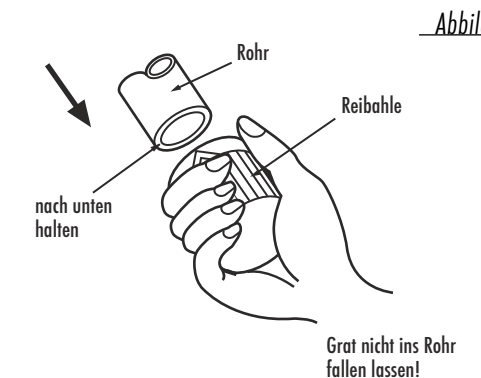

Abbildung 18
2. Das Ende der Kältemittleitung beim Entfernen des Grats nach unten halten, damit kein Grat in die Leitung fällt (dies könnte zur Beschädigung des Kältesystems führen). (Abb. 18)